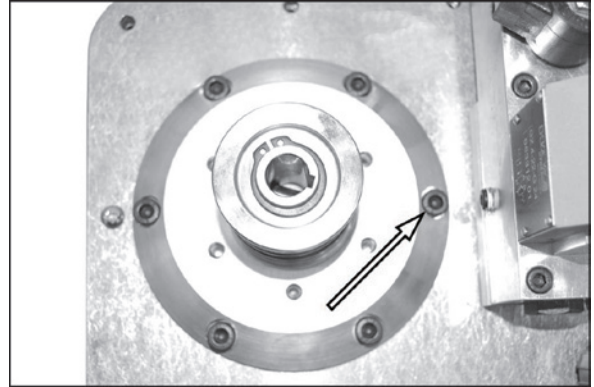

Figura 33.
2. Vedere la Figura 33. Rimuovere i sei bulloni dell'adattatore e l'adattatore.